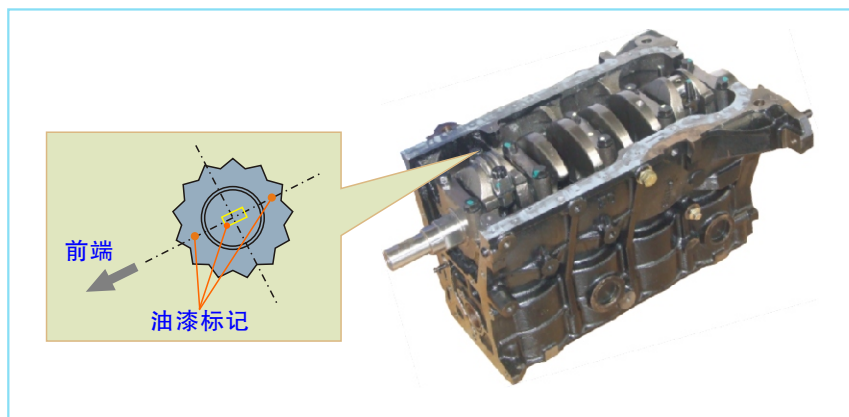

图2-93 连杆螺栓与锁紧螺母上的标记
e. 用油漆在连杆螺栓与锁紧螺母上作标记（参见图2-93所示）。